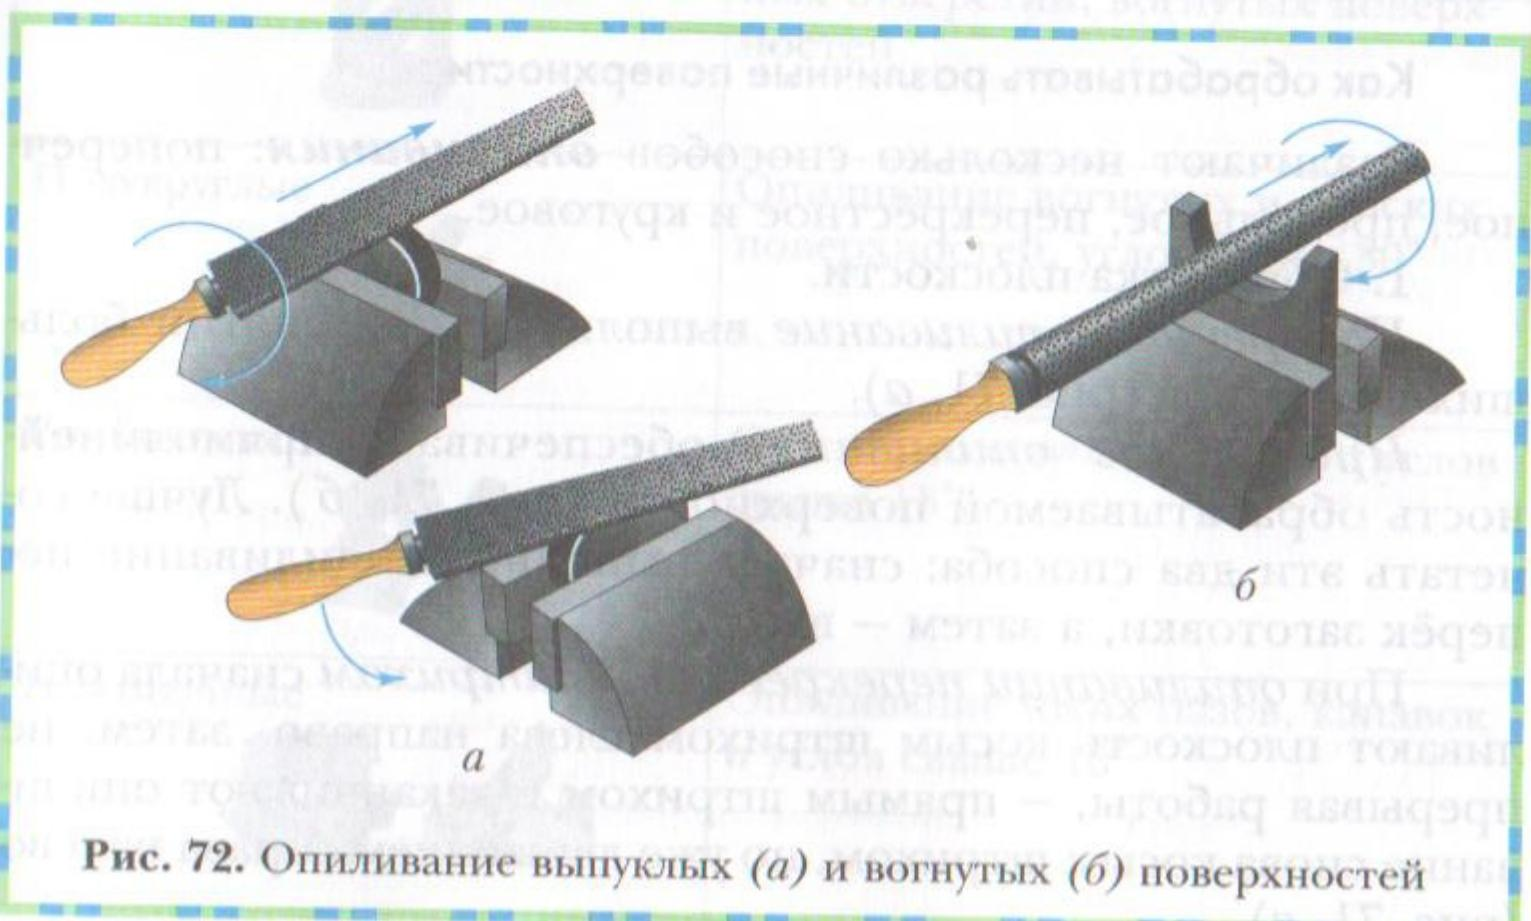

Рис. 72. Опиливание выпуклых (а) и вогнутых (б) поверхностей
2. Опиливание криволинейных поверхностей (рис. 72).